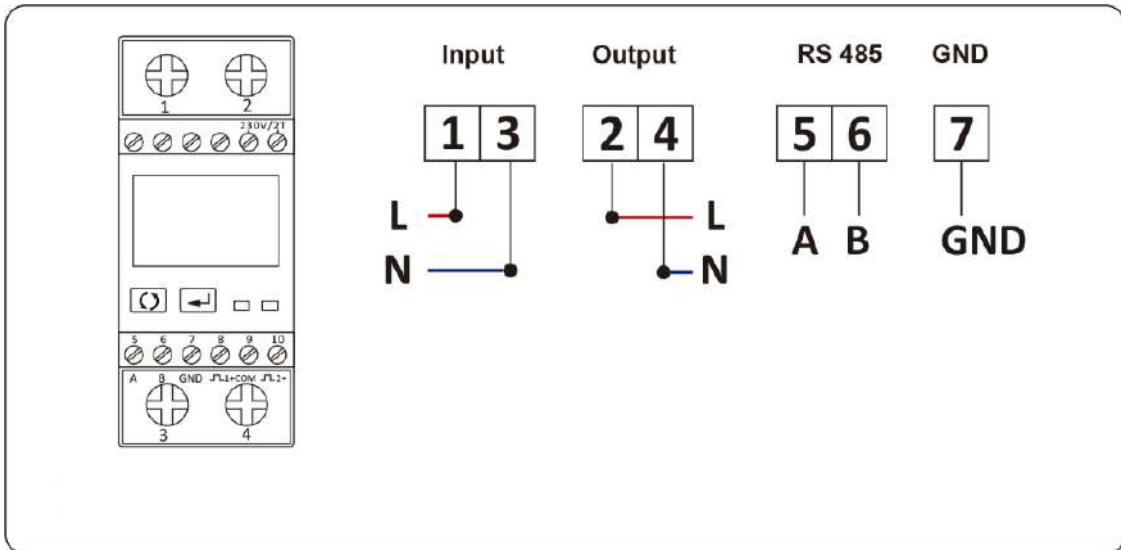

Imagen 7.1 Medidor Maxge SGM230M
Cuando lea esto, confiamos en que habrá completado la conexión acorde a los requerimientos del capítulo 5, si su inversor está funcionando ahora mismo, y quiere usar la función de cero exportación, por favor apague los interruptores AC y DC del inversor, y espere 5 minutos hasta que el inversor este totalmente descargado. Por favor siga la imagen 7.1 para conectar el medidor de energía.
Cuando usted lea esto, confiamos en que habrá completado la conexión acorde a los requerimientos del capítulo 5, si usted ha encendido el inversor en este punto y desea usar la función limitadora, por favor apague los interruptores CA y CC del inversor, y espere 5 minutos hasta que el inversor este completamente descargado. Entonces, conecte el sensor de intensidad a la interfaz limitadora del inversor. Asegúrese de que están conectados de manera fiable, y que el sensor de intensidad está anclado al cable de la línea de entrada. Para facilitarle el uso de la función limitadora del inversor, le proveemos del diagrama de conexión, como se muestra en la imagen 7.1, las líneas rojas conectadas a la red de utilidad corresponden a la fase (F), las líneas azules a la línea de neutro (N), y las líneas amarillas muestran el cable de puesta a tierra (CP). Recomendamos instalar un interruptor automático de CA entre la salida del inversor y la red de utilidad, las especificaciones de este interruptor estarán definidas por la carga conectada. El interruptor recomendado en función de la carga puede ser conectado en la tabla 5.1. Si no hay un interruptor CC integrado en el inversor que usted ha comprado, le recomendamos que conecte uno externamente. La tensión e intensidad del interruptor dependerá del array PV que usted utilice.